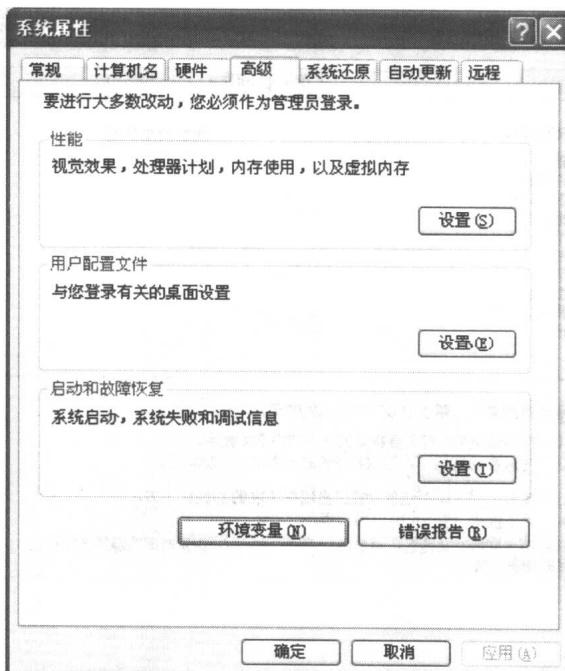

图 1-2-1 系统属性中的“高级”选项卡
(1) 从“控制面板”中选择“系统”按钮，打开“系统属性”对话框界面，选择“高级”选项卡，如图 1-2-1 所示。